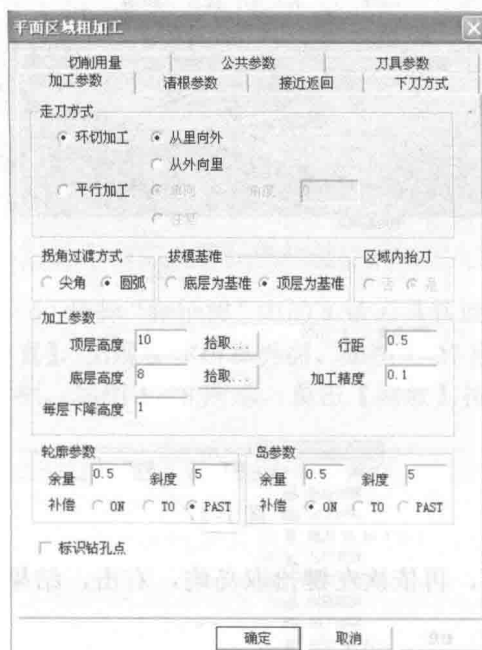
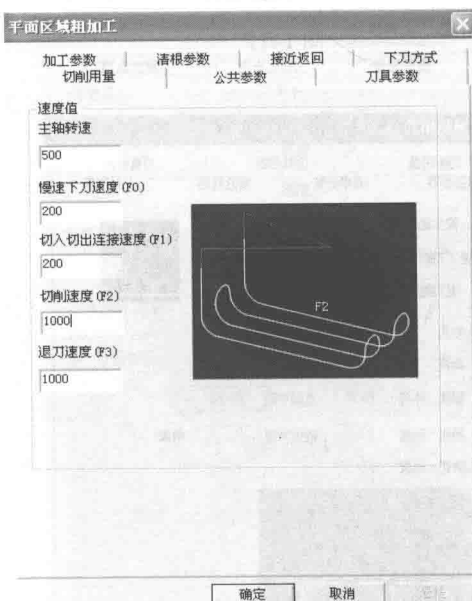

图 1-16
图 1-22
(2) 切削参数设置。选取【加工】|【粗加工】|【平面区域粗加工】命令，出现“平面区域粗加工”对话框，设置如图 1-16~图 1-22 所示。